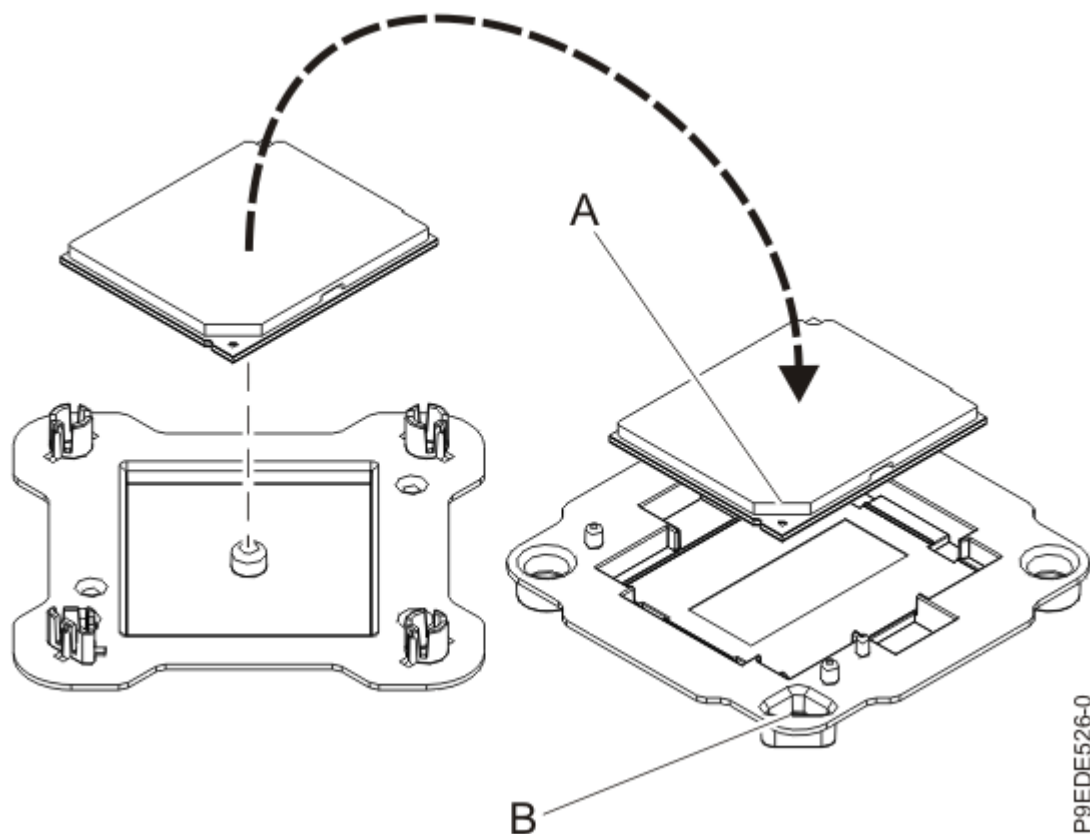

Figura 26. Colocación del módulo del procesador del sistema en el empaquetado
9. Sujete por los bordes con cuidado el módulo del procesador del sistema que ha sustituido y levántelo de la cubierta del desactivado. Alinee la esquina biselada del módulo **(A)** con la esquina del empaquetado con el triángulo **(B)** y colóquela en el empaquetado, como se muestra en la Figura 26 en la página 29. Cierre la cubierta de empaquetado.